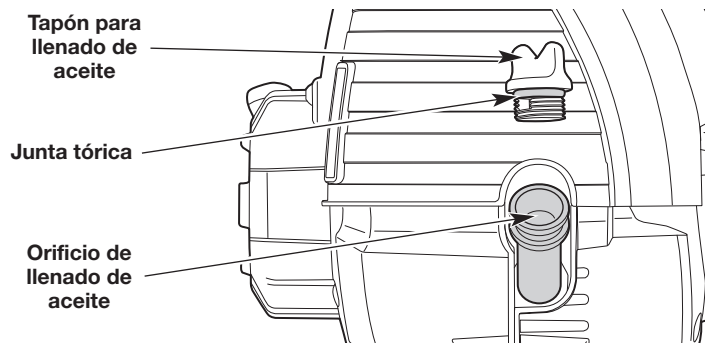

Fig. 7
4. Desenrosque el tapón de llenado de aceite (Fig. 7).
5. Vierta todo el contenido de la botella dentro del orificio de llenado de aceite (Fig. 7). **NO** llene el depósito en exceso. Consulte *Control del nivel de aceite*.
NOTA: Compruebe que la junta tórica esté en su lugar en el tapón de llenado de aceite (Fig. 7).